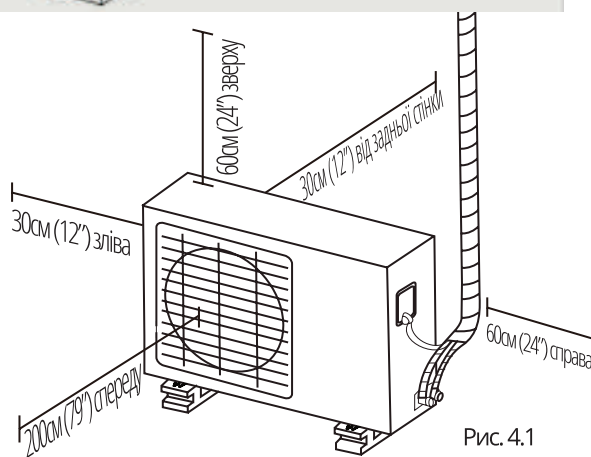

Рис. 4.1
- ✓ Відповідати вимогам до простору, як показано на (Рис. 4.1) Вимоги до простору